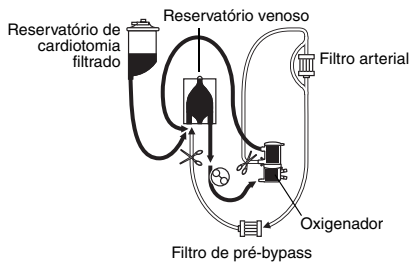

Figura 3.
Recirculação (ver a Figura 3)
1. Depois de colocar os tubos num canal da bomba devidamente bloqueado, retire a pinça da saída de recirculação conforme descrito na Figura 3 e permita a recirculação entre o oxigenador e o reservatório venoso.